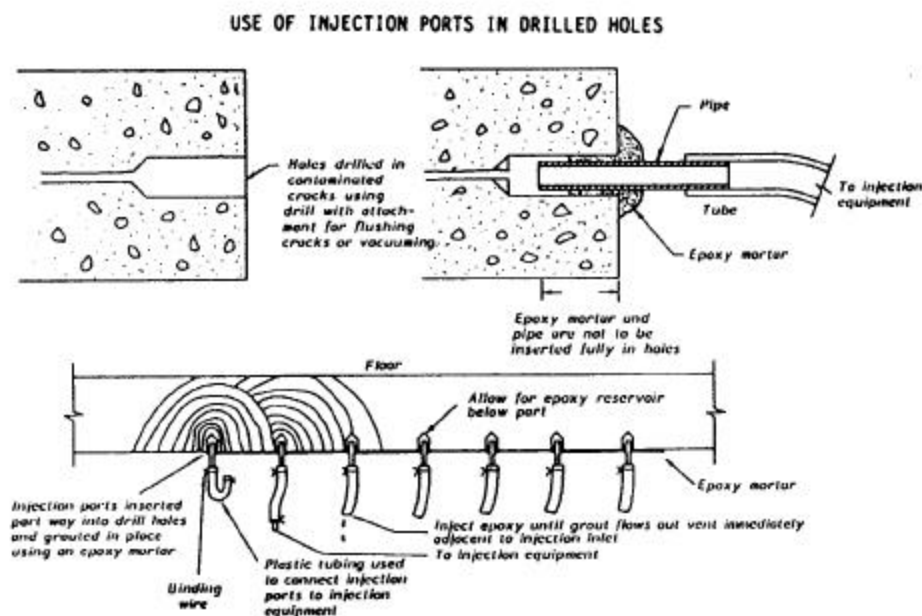

Fig 3.74 - Technique d'injection de résine.
- La technique consiste à pratiquer des **orifices à intervalles réguliers** (15 à 30 cm) le long de la fissure (Fig 3.74 et 3.75).